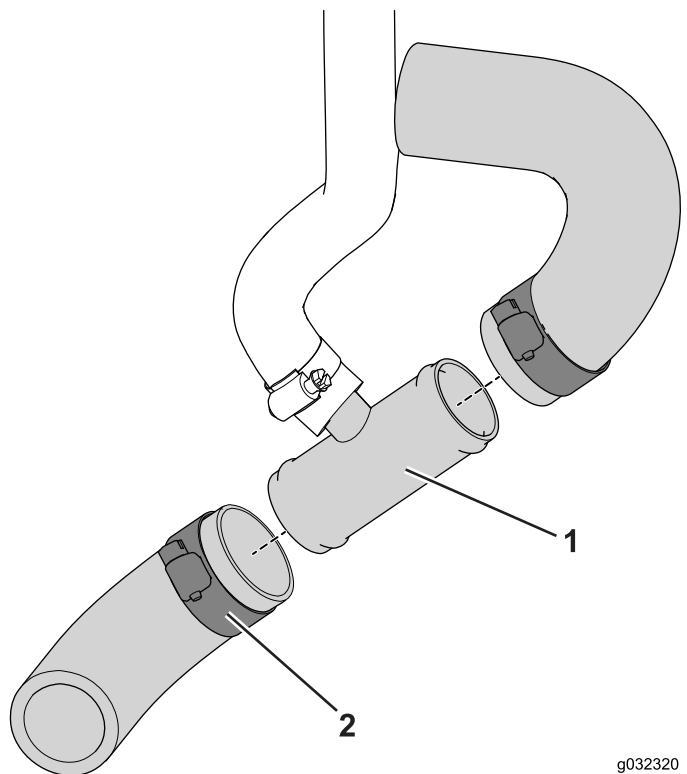

図 13
3. 図 13のように、切り口をT字フィッティングのバーブ側をホースに接続し、クランプ $\frac{3}{4}$ " - $1\frac{1}{2}$ "で固定する。